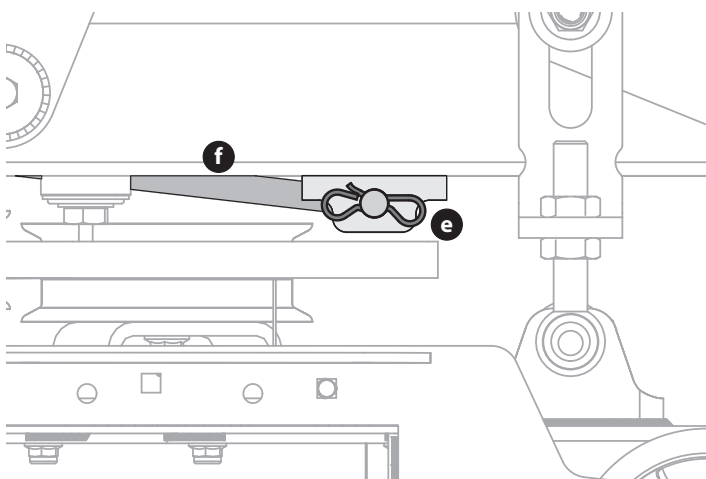

Fig. 38
- Retirez les attaches en nœud papillon (e) qui retiennent les tiges de commande du pont avant (f) aux côtés gauche et droit du plateau (Fig. 38).